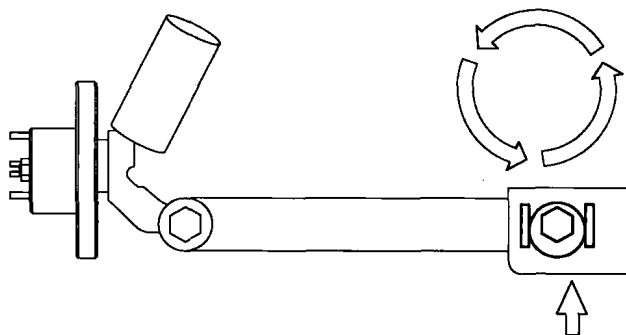

图 1-4 通过可调式下控制臂枢轴调整前束
1) 调整指导。调整单侧前束时，拧松下控制臂内侧枢轴连接螺栓/螺母，转动凸轮/星形轮直到得到理想的前束值。见图 1-4。
① 不需要专用配件。
② 不需要更改部件。